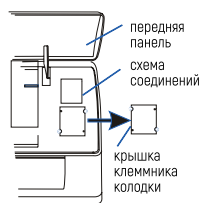

рис. 7
2. Снимите крышку, как показано на рисунке (Рис. 7) (отвинтив винт или сломав крючки).